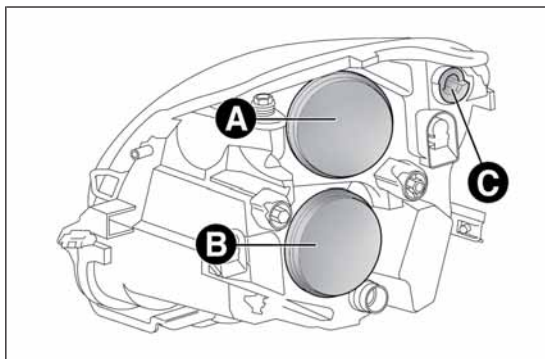

РИС. 133
К передним оптическим элементам относятся габаритные огни/дневные ходовые огни (D.R.L.), фары ближнего света, фары дальнего света и указатели поворота. Положение ламп оптического элемента РИС. 133:
- снимите заглушку А РИС. 133;
- установите заглушку А РИС. 133.
- снимите заглушку В РИС. 133;
- установите заглушку В РИС. 133.